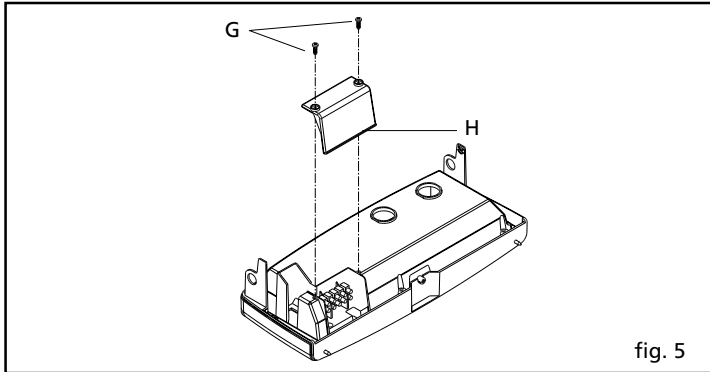

fig. 5
- svitare le viti (G) che fissano il coperchietto (H) alla scatola dell'alimentatore, quindi rimuoverlo (fig. 5)
- rimontare il coperchio copertura alimentatore (H) (fig. 5)
- bloccare il cavo di alimentazione e dell'eventuale termostato ambiente nel relativo serracavo sul telaio (I) agendo sull'apposita vite